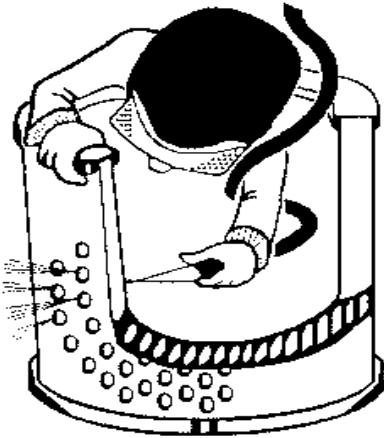

FIGURA 5-4. LIMPIEZA DEL FILTRO CON AIRE COMPRIMIDO
- b. Como se muestra en la Figura 5-4, dirija el chorro de aire desde la boquilla contra la parte interior del elemento del filtro. Este es el lado de aire limpio del elemento y el flujo de aire debe ser opuesto al flujo de aire normal.